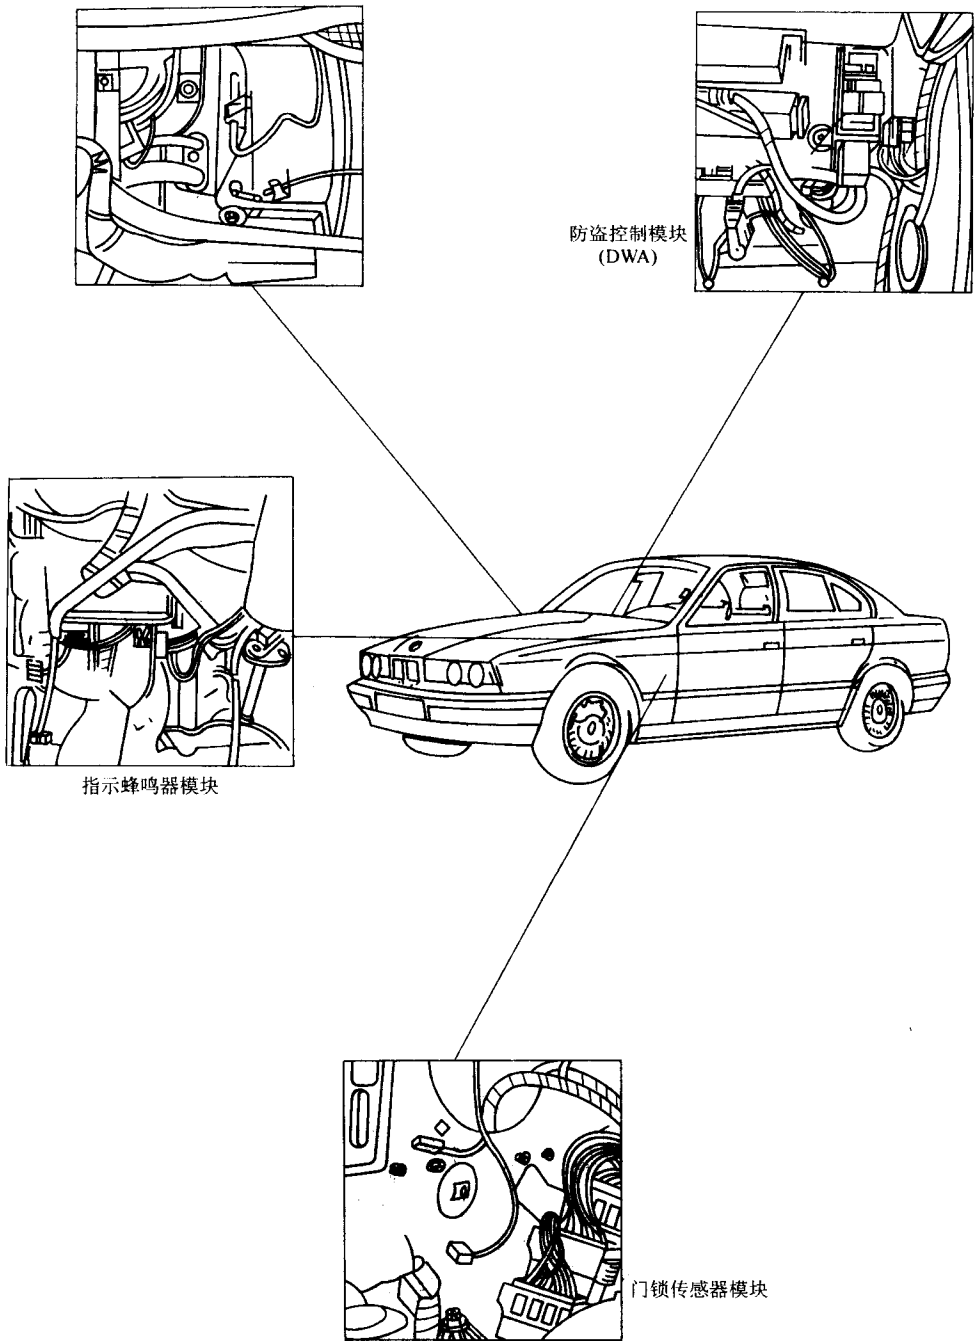

图 7-17 宝马 7 系中央门锁与防盗系统元件位置
- (3) 宝马 7 系中央门锁及防盗系统元件位置, 如图 7-17 所示。